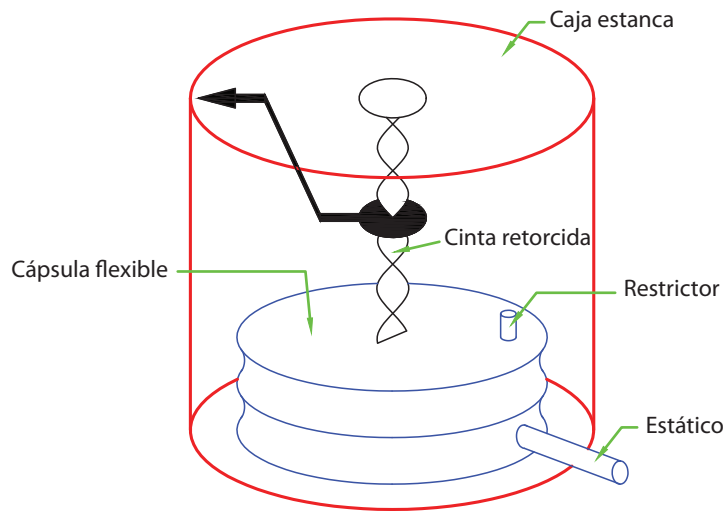

Figura 8. Esquema funcional de un variómetro de cinta
**Variómetro de cinta:** la figura 8 muestra el esquema funcional de un variómetro de cinta.